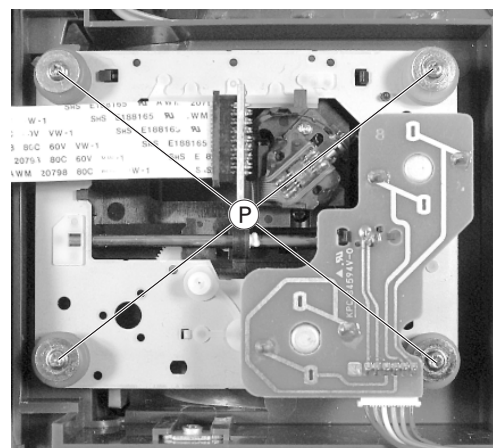

Fig. 8
- 4 Schrauben (P) herausdrehen (Fig. 8) und CD-Laufwerk herausnehmen, dabei Steckverbinder nach Bedarf öffnen.
- Undo 4 screws (P) (Fig. 8) and take the CD drive mechanism out; unplug the connector if necessary.